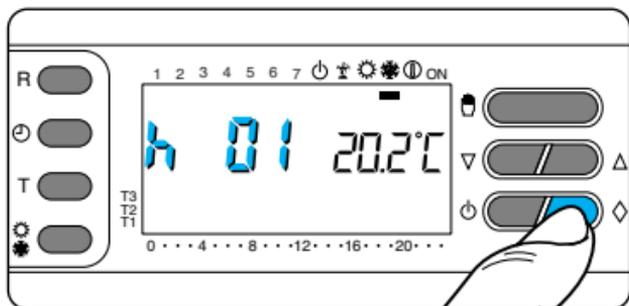

Fig. 28
5.3 -Premere una sola volta il pulsante \diamond (fig. 28).